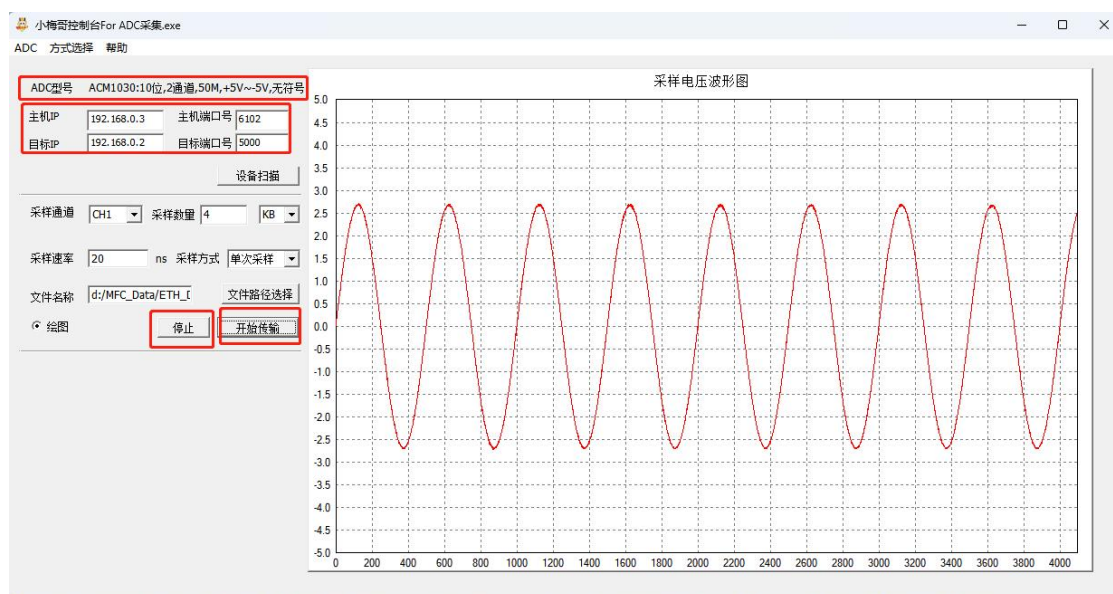

图 1-21 数据采集上位机显示图
5. 点击开始传输之后，可以看到在右边采样电压波形图界面可以直观看到波形图，如下图 1-21 所示。需要注意的是波形图的横坐标对应的不是频率，而是采样数量。